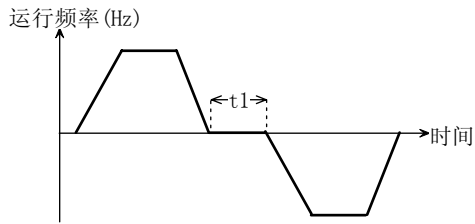

图 5-2-2 正反转切换时间
- ◆ 变频器由正向运转过渡到反向运转，或者由反向运转过渡到正向运转的过程中，在输出零频处等待的过渡时间，如图 5-2-2 中所示的 t_1 。